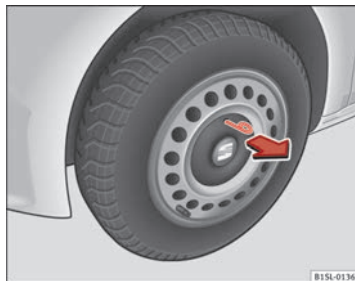

Fig. 140 Retire os tampões das jantes de aço.
- Para desmontá-lo, retire o gancho metálico das ferramentas de bordo e encaixe-o na extremidade do embelezador ⇒ Fig. 140.